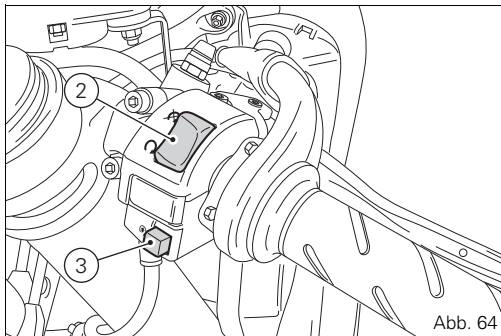

Abb. 64
2) Sich davon überzeugen, dass sich der Stoppschalter (2, Abb. 64) in der Position  (RUN) befindet, dann die Startertaste (3, Abb. 64) drücken.